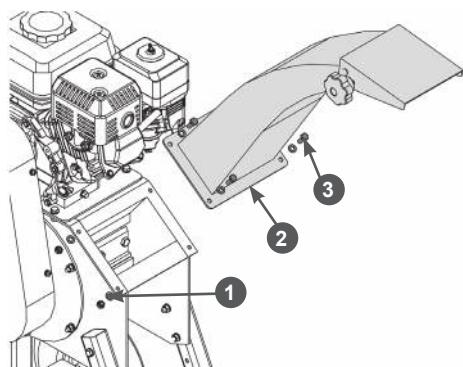

Рис. 9 Установка жёлоба выброса
6. Установите жёлоб выброса на фланец корпуса измельчителя и закрепите его с помощью болтов, шайб и гаек (Рис. 9).